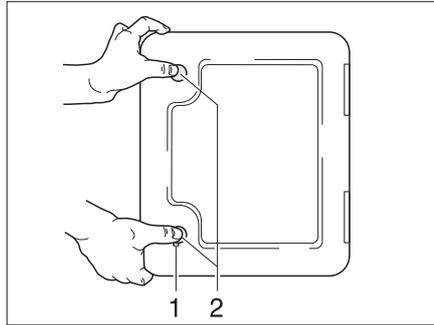

Fig. 140 Portillon pour cassette Thetford
Le portillon pour la cassette Thetford (Fig. 140) se trouve à l'extérieur du véhicule.
- Insérer la clé dans le barillet du verrou à pression (Fig. 140,1) et la tourner d'un quart de tour dans le sens des aiguilles d'une montre.
- Appuyer du pouce et simultanément sur les deux verrous de pression (Fig. 140,2) et ouvrir le portillon pour la cassette Thetford.